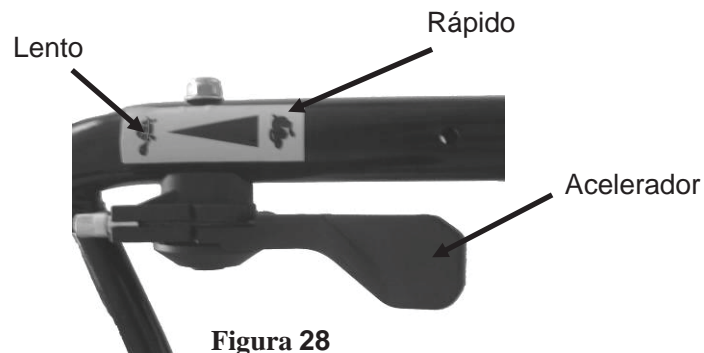

Figura 28
- El acelerador controla la velocidad del motor. Ver figura 28.
9. Ponga la palanca de velocidad un poco más alta que la velocidad mínima. Figura 28
- 1) Poner la palanca de velocidad del motor en lo más bajo. Figura 28